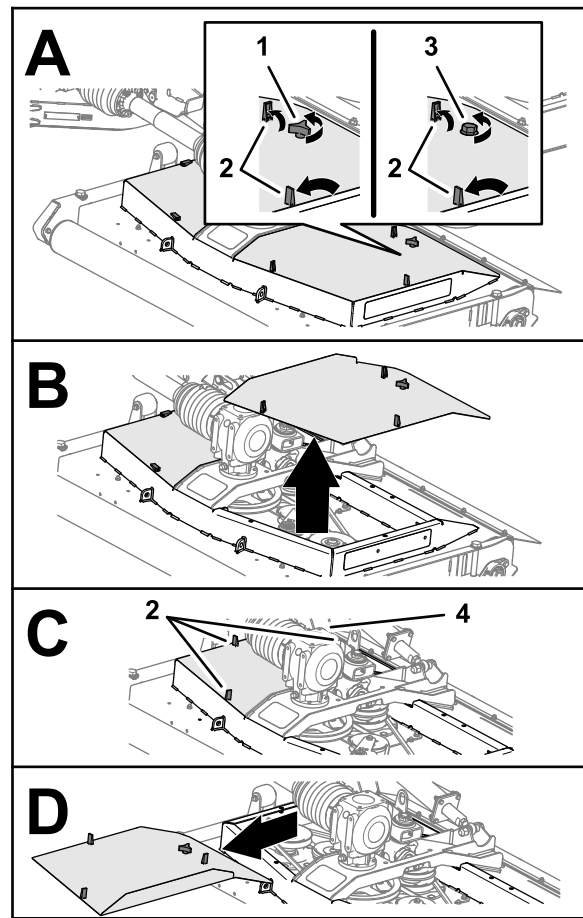

Figura 46
1. Libere los 3 cierres que fijan la cubierta de la carcass del cortacésped (Figura 46).
2. Afloje el pomo o el perno (carcass del cortacésped CE) que fija la cubierta de la carcass del cortacésped a la carcass (Figura 46).
4. Repita los pasos 1 y 2 para la otra cubierta (Figura 46).